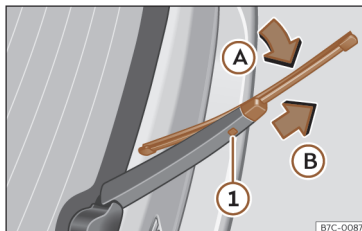

Fig. 39 Substituição da escova do vidro traseiro.
- Rode ligeiramente a escova » **Fig. 39** (seta A).
- Mantenha pressionado o botão de desbloqueio ❶ puxando pela escova no sentido da seta B.
- Introduza uma escova nova no braço limpador para-brisas **com o mesmo comprimento e características**, no sentido contrário à seta B até que encaixe o botão ❶.